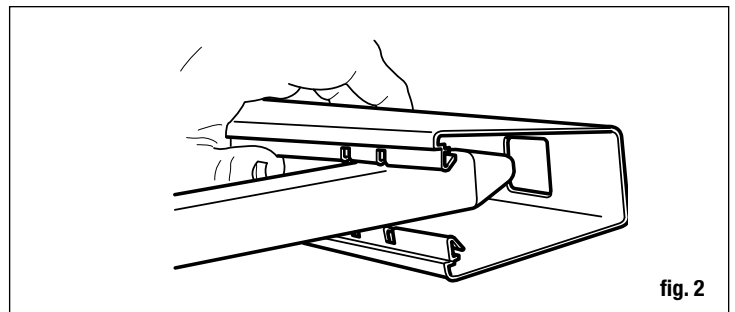

fig. 2
- Inserte una estaca en la apertura del barandal y proceda a través del agujero con ranuras como se muestra. **NO LA ENCAJE EN SU SITIO A PRESIÓN (fig. 2).**